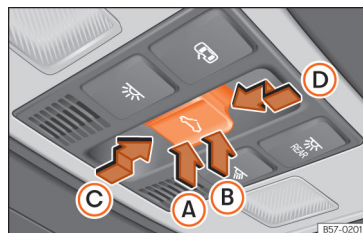

Fig. 63 Pe capitonajul plafonului: buton trapă.
Butonul ⇄ **fig. 63** are două poziții. Primul nivel permite trecerea trapei în poziție înclinat, prin deschiderea sau închiderea totală sau parțială a acesteia.
- În aproximativ 5 secunde de la activarea funcției de acționare de siguranță, apăsați butonul ⬅ »» fig. 63 până la nivelul doi în direcția săgeții ⓐ, până când trapa se închide complet.